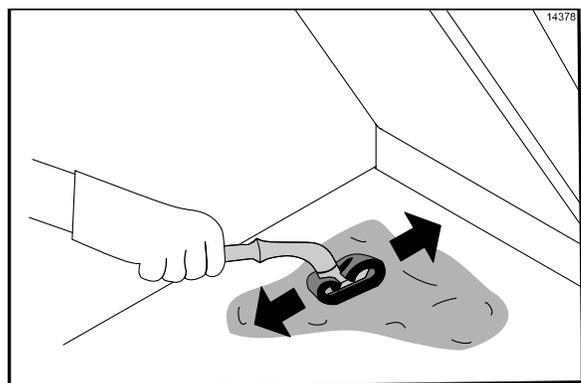

Figura 106
38. Extienda el limpiador de parrillas sobre toda la superficie inferior de la parrilla, del frente hacia atrás, usando movimientos suaves. **No talle al aplicar el producto.** (Vea la figura 106.)